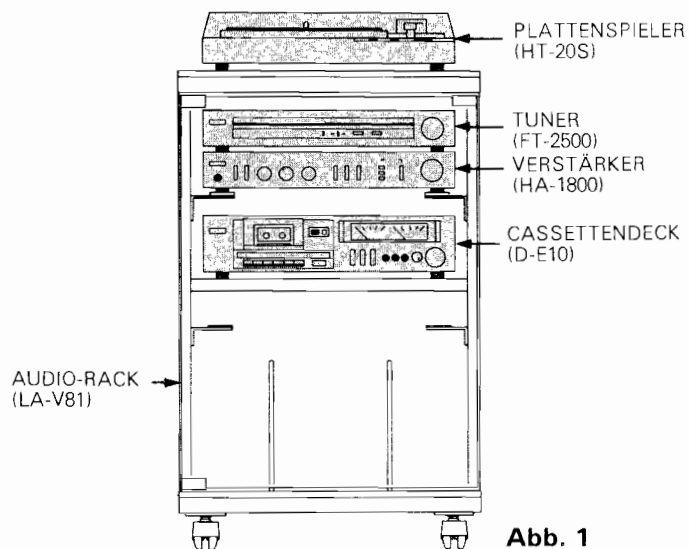

Abb. 1
4. Es wird empfohlen, die Installation so vorzunehmen, wie in Abb. 1 und 2 gezeigt.